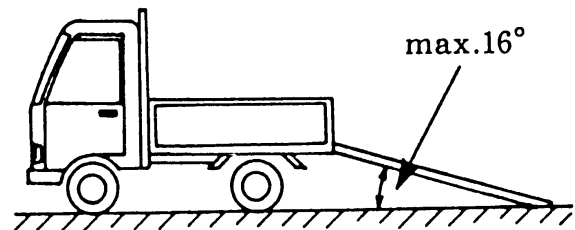

Figura 11
- Utilizar un tráiler o un camión que pueda transportar la máquina. Al cargar la máquina, utilice un puente que pueda aguantar hasta 500 kg, de 30 cm de ancho y con superficie antideslizante. Compruebe que la pendiente no sea de más de 16°. 16° máx. (figura 11).